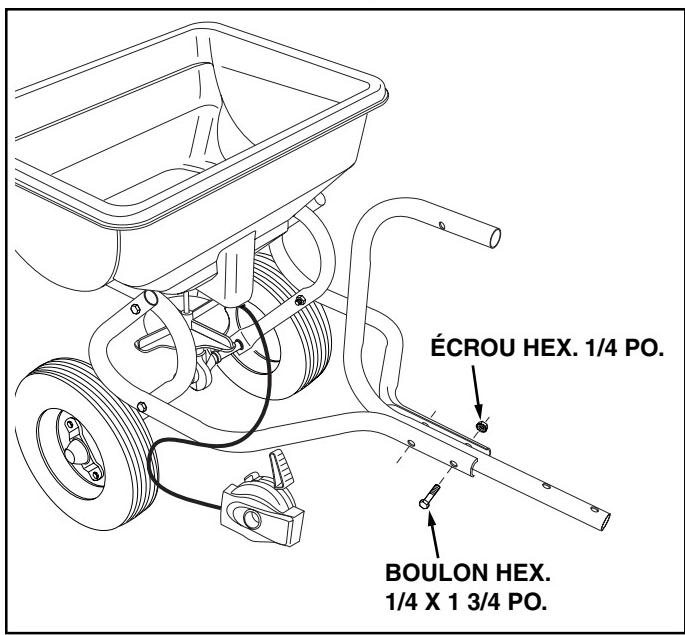

FIGURE 2
3. Montez le tube de commande de l'attelage entre les tubes en utilisant deux boulons hexagonaux de $1/4 \times 1 \frac{3}{4}$ po. et deux écrous hexagonaux de $1/4$ po. Serrez tous les boulons et tous les écrous. Voir la Figure 2.